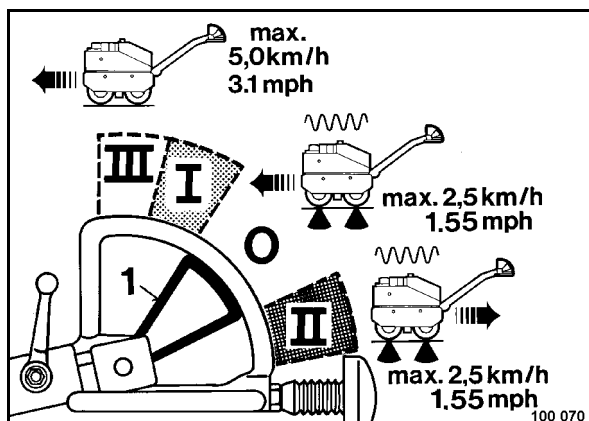

рис. 32
- Двигаться в диапазоне "I" или "II" (рис. 32).